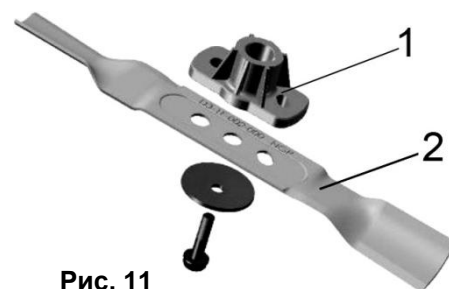

Рис. 11
- Снимите нож (2)(См. Рис.11).